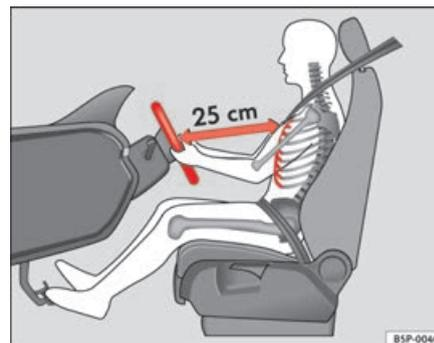

Abb. 135 Die richtige Sitzposition des Fahrers
- Stellen Sie das Lenkrad so ein, bis die gewünschte Einstellung erreicht ist ⇒ Abb. 135.
- Stellen Sie den Fahrersitz oder das Lenkrad so ein, dass der Abstand zwischen Lenkrad und Brustbein mindestens 25 cm beträgt → Seite 168, Abb. 135. Wenn Sie den Mindestabstand nicht einhalten, kann Sie das Airbag-System nicht schützen – Lebensgefahr!